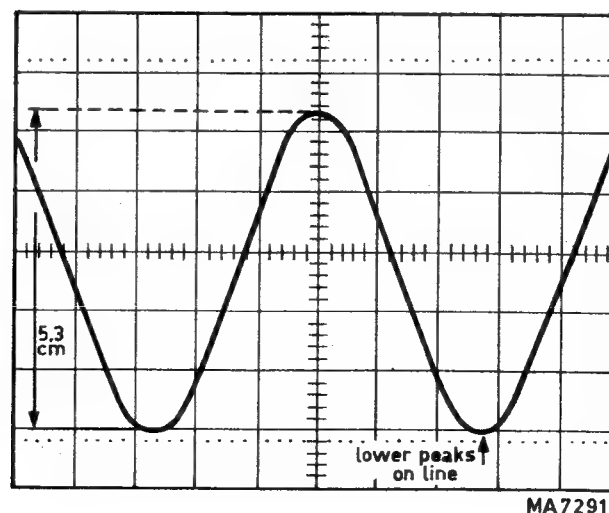

Abb. 2.4. Messung des Spitze-Spitze-Wertes einer Spannung
1. Den Schalter TIME/cm so einstellen, dass nur wenige Schwingungen der Kurvenform abgebildet werden, siehe Abb. 2.4.